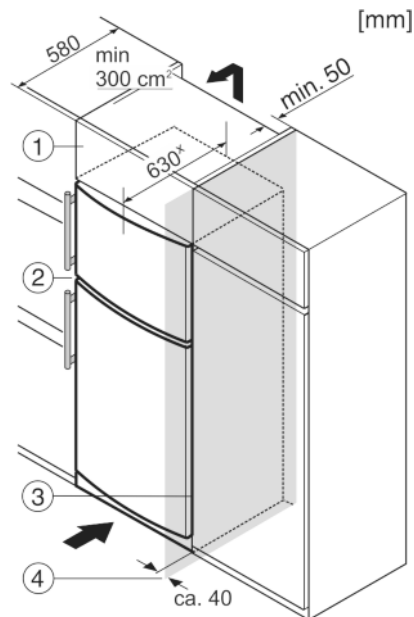

Fig. 7
L'appareil peut être entouré de meubles de cuisine. Pour adapter l'appareil Fig. 7 (2) à la hauteur des placards de la cuisine intégrée, on peut placer un élément haut Fig. 7 (1) au-dessus de l'appareil.
Lors de la transformation avec des placards de cuisine (profondeur max. 580 mm), l'appareil peut être placé directement à côté du placard de cuisine Fig. 7 (3). L'appareil dépasse latéralement de 34 mmx et de 50 mmx au centre de l'appareil par rapport à la face avant du placard de cuisine.
Si l'appareil est installé avec les charnières à côté d'un mur Fig. 7 (4), la distance entre l'appareil et le mur doit être de 40 mm min. Ceci correspond à la saillie de la poignée lorsque la porte est ouverte.